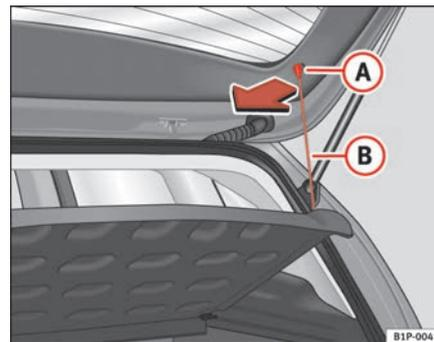

Fig. 106 Pianale portaoggetti
- Sganciare i tiranti ⇒ fig. 106 **B** dagli alloggiamenti **A**.